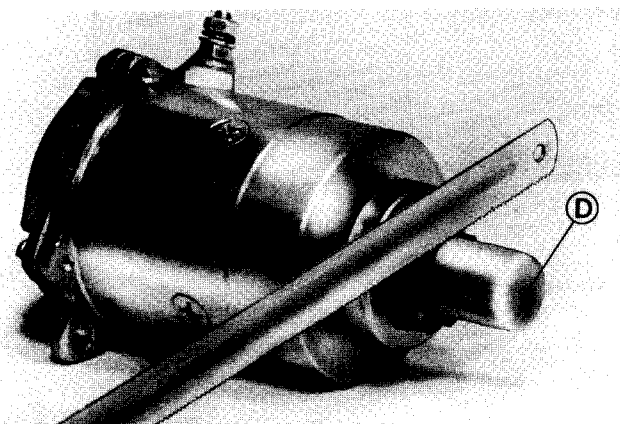

Fig. 58
- 1) - Incidere, con l'ausilio di un seghetto, il collare cianfrinato del cappuccio «D» di protezione (ved. fig. 58) e, con l'estremità di due cacciaviti, sfilare il cappuccio stesso.
**Sostituzione indotto:** togliere le 3 viti «L» (fig. 58), il coperchio, le spazzole ed il porta spazzole quindi eseguire le operazioni indicate al punto 1) e 2) del paragrafo sostituzione pignone-ruota libera a sfilare l'indotto.